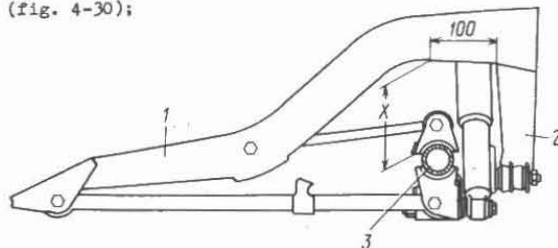

Fig. 4-30. Esquema de instalación de la suspensión trasera:
- cargue la parte trasera del automóvil de forma que la distancia desde la viga del puente hasta el larguero de la carrocería, medido a 100 mm del soporte de la barra transversal constituya 125 mm (fig. 4-30);